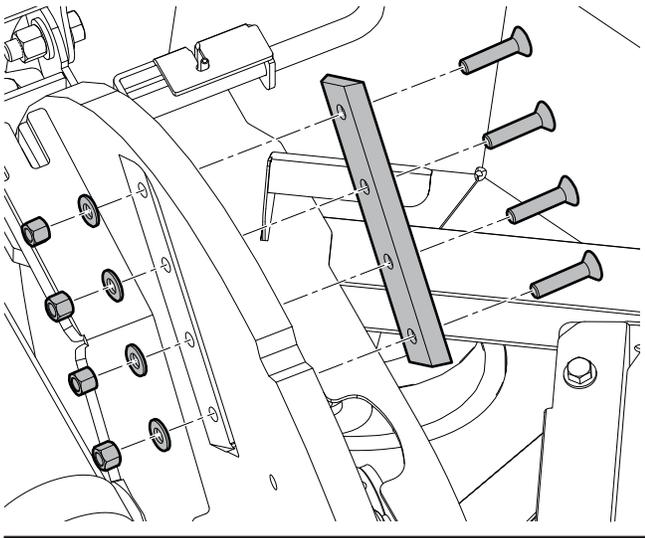

Fig. 44 – Installer un couteau de rotor
11. Installez les attaches du couteau du rotor. Consultez Fig. 44.